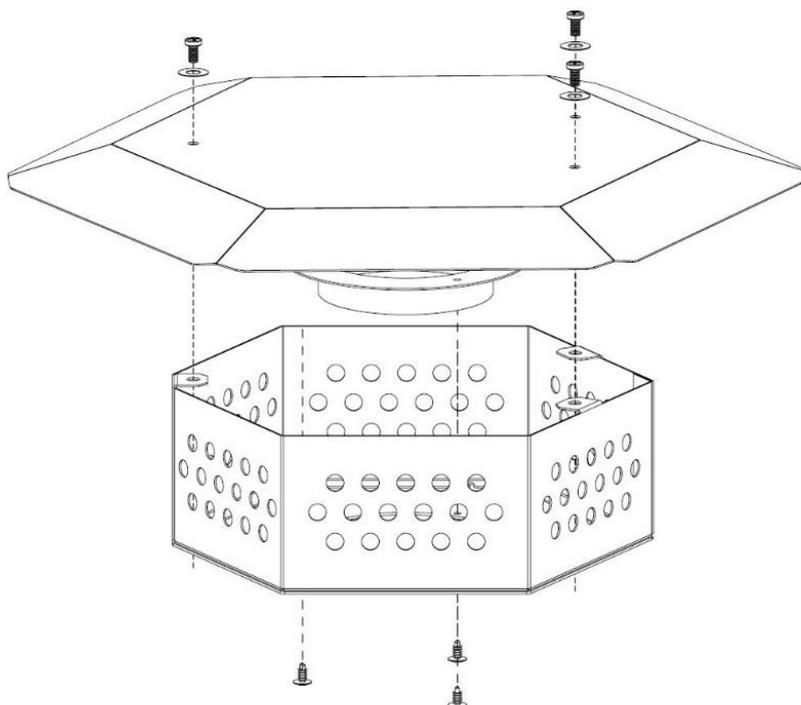

Fig. 7
7. Fixer la bague de centrage (PC) à la cheminée (K) à l'aide de 3 vis. Fixer le chapeau du chauffage (CO) à l'aide de 3 boulons M5 comme sur la figure 7.